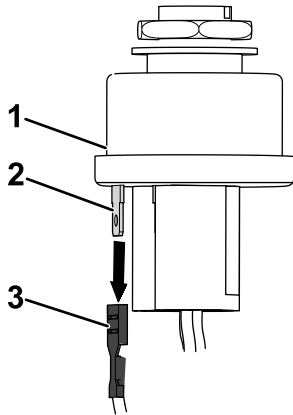

Figura 16
1. Scollegate il terminale a forcella del cablaggio preassemblato della macchina dal terminale C dell'interruttore a chiave (Figura 16).